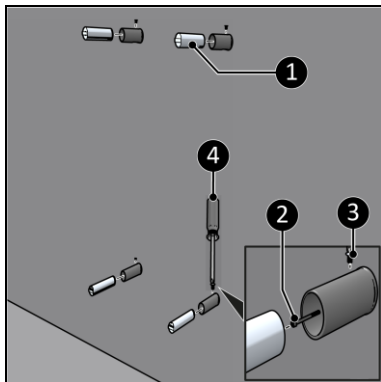

Figure 8
7. Vissez les quatre supports muraux extérieurs avec des vis autotaraudeuses (figure 8, pos. 2) dans les quatre chevilles.
8. Fixez les quatre supports muraux intérieurs (figure 8, pos. 1) aux supports muraux extérieurs à l'aide de petites vis (figure 8, pos. 3) et d'un tournevis cruciforme (figure 8, pos. 4).